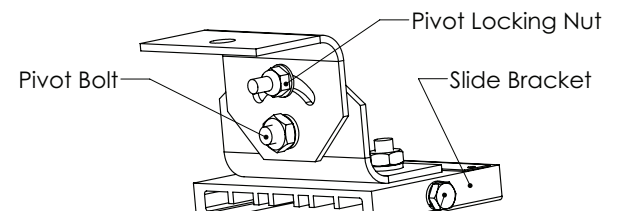

Figure 4. Détail du montage sur support pivotant
5. Serrer à fond les deux (2) vis de pression de 1/4 po sur chaque support couissant (voir la figure 4). Serrer avec un couple de 8,8 N.m (78 lb-po).
6. Ajuster la position du luminaire à l'angle désiré et serrer les deux (2) boulons à œil de 7,9 mm (5/16 po). Serrer avec un couple de 15,6 N.m (138 lb-po).
7. Visser les deux (2) écrous de blocage du pivot de 1/4 po aux fentes de réglage au couple de 8,8 N.m (78 lb-po).